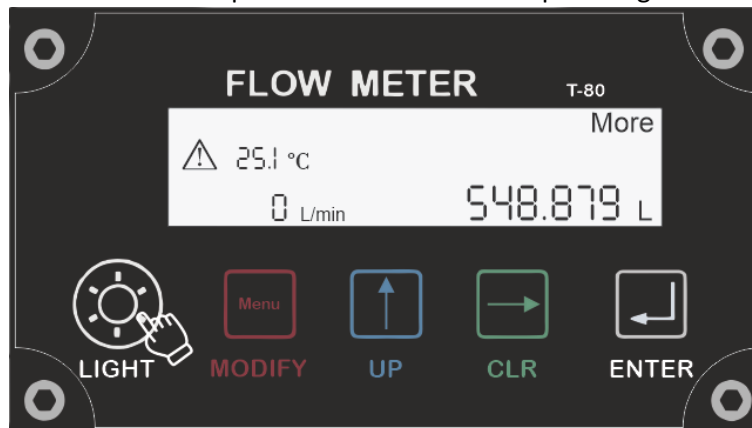

Figura 2.12 – Backlight encendido del display
- El botón **LIGHT**, cumple la misma función descrita previamente, es decir iluminar el display por 5 segundos, pudiéndose observar la pantalla como la indicada por la Figura 2.12.